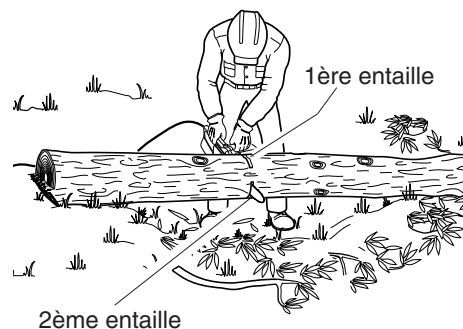

Figure 17 - Tronçonnage d'une bille soutenue aux deux extrémités
1. Faire la première entaille à partir du dessus de la bille. (Voir la figure 17). Scier sur le tiers du diamètre de la bille. Cette entaille permet d'éviter la production d'éclats de bois.